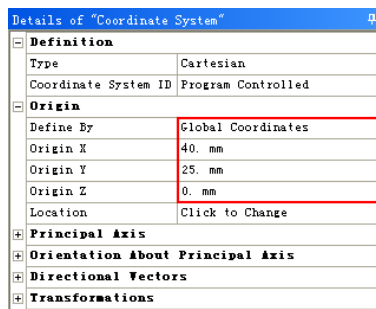

图 3-80 参数设置列表
- 步骤 02** 在参数设置列表中将 Define By 选项设置为 Global Coordinates, 在 Origin X、Origin Y 和 Origin Z 中分别输入 40、25、0, 如图 3-80 所示。